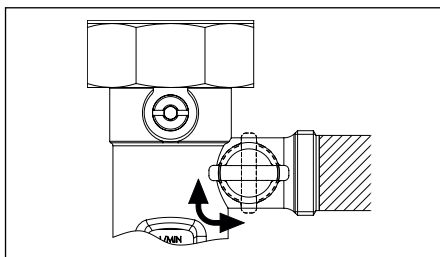

Abb. 6.17 Entlüften über Durchflussmesser
6. Entlüften Sie die Solaranlage während des Spülvorgangs manuell, indem Sie den seitlichen Entleerungskugelhahn der Durchflussmess- und Einstellvorrichtung zwischendurch für ca. 20 Sekunden schließen und abrupt wieder öffnen (Abb. 6.17). Wiederholen Sie diesen Vorgang in regelmäßigen Abständen.